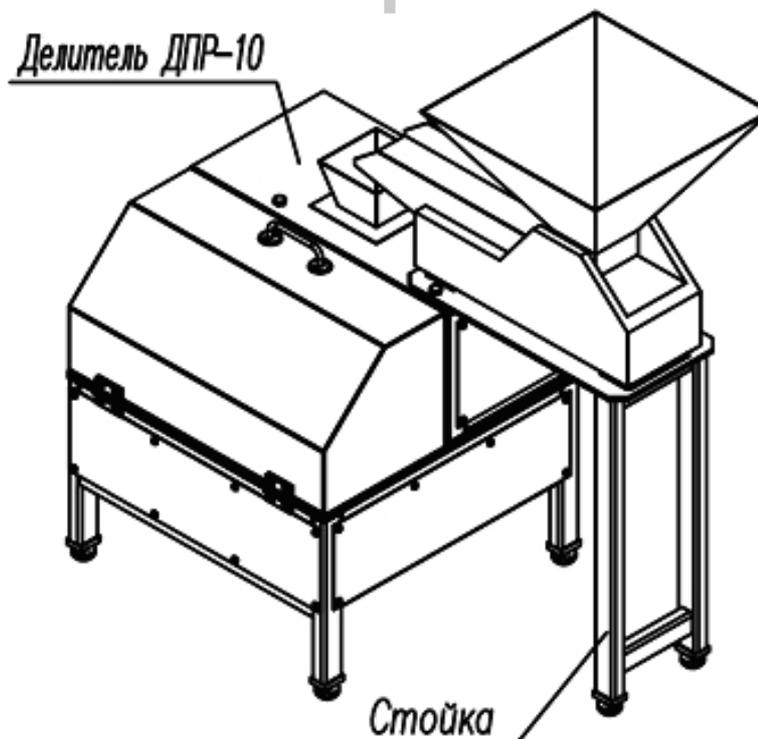
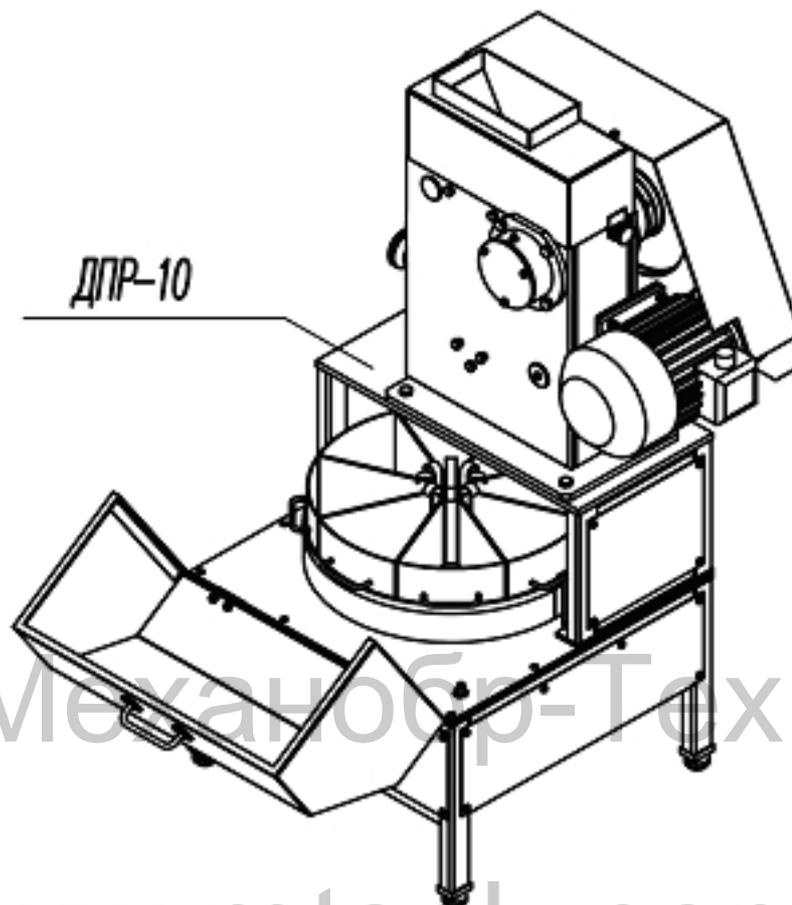

Рисунок 1
Рисунок 2
1.2 Рекомендуется использовать делитель совместно с питателем для равномерной подачи материала (см. рис.1) или дробилкой щековой (см. рис.2).